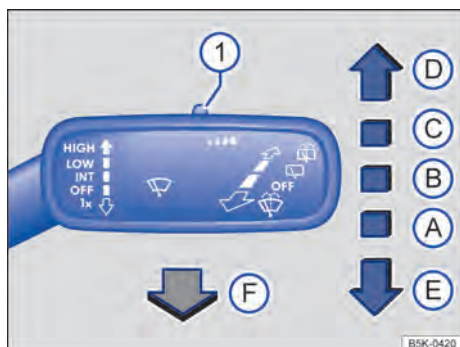

Fig. 86 À direita da coluna de direção: comandar os limpadores do para-brisa.
- Pressionar a alavanca dos limpadores do para-brisa brevemente para baixo ⇒ Fig. 86